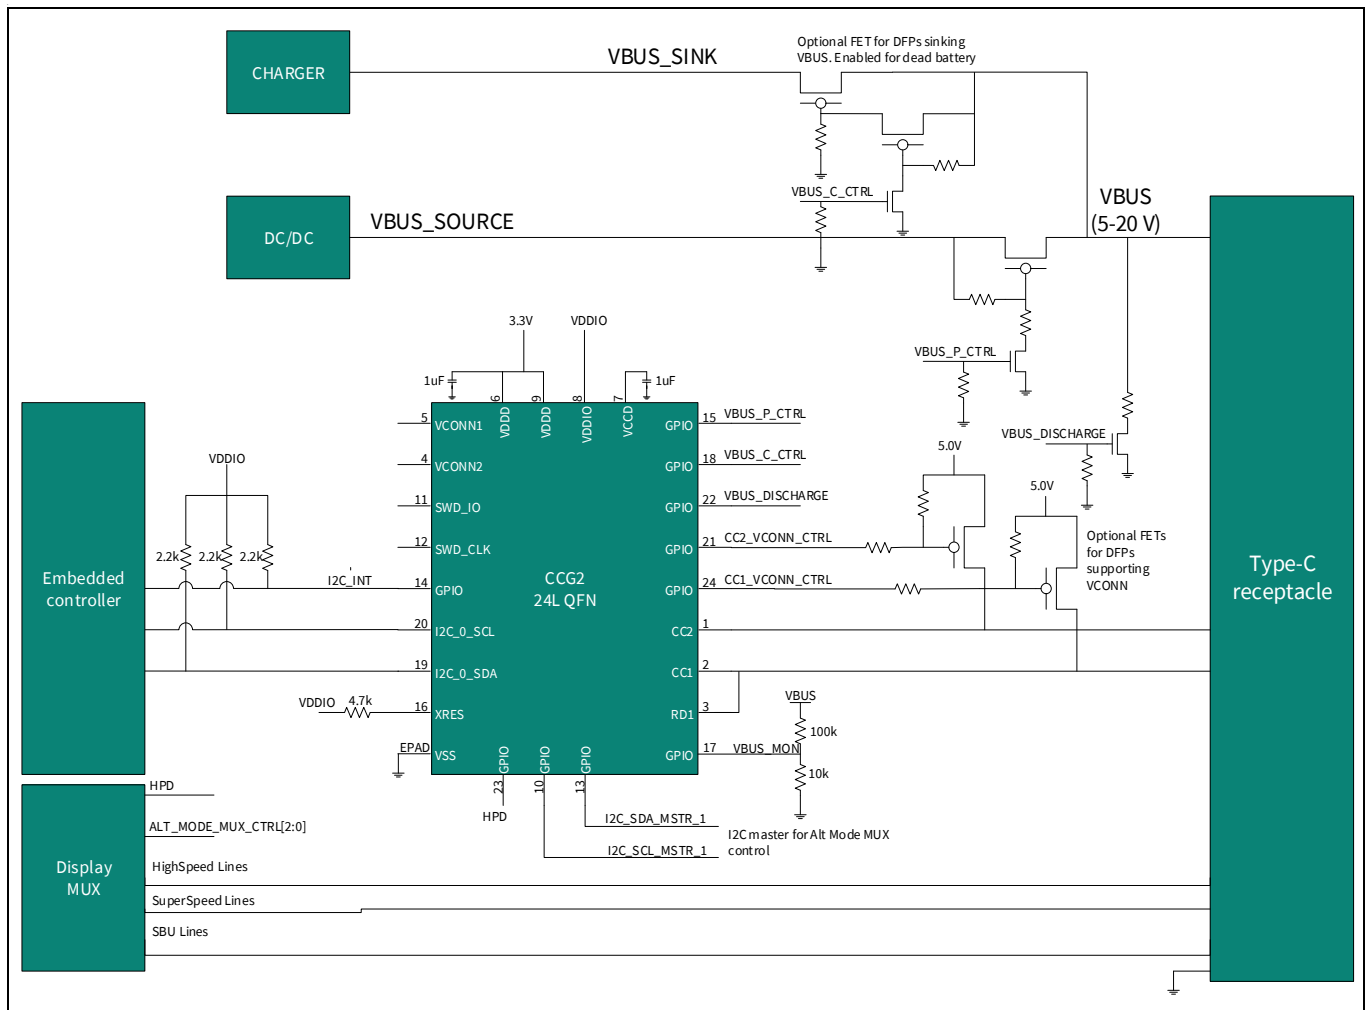

Figure 14 デュアルロールポート (DRP) アプリケーション (新規設計には推奨されません)
Figure 14 に、CCG2 デバイスを使用したノートブック PC DRP アプリケーション図を示します。Type-C ポートは電力プロバイダおよび電力コンシューマとして使用できます。CCG2 デバイスは、I²C を介して組み込みコントローラ (EC) と通信します。また、データマルチプレクサを制御して、高速信号を USB チップセット (通常モード時) または DisplayPort チップセット (代替モード時) にルーティングします。SBU ライン、SuperSpeed ライン、HighSpeed ラインは、ノートブック PC のディスプレイマルチプレクサから Type-C レセプタクルに直接配線されます。